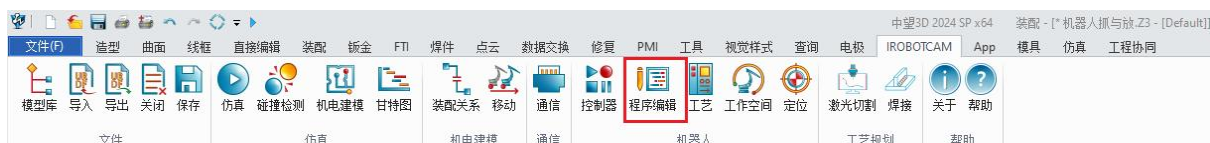

图 10-28: 程序编辑
- 导航到“IROBOTCAM”选项卡，单击“程序编辑”按钮。（图 10-28）